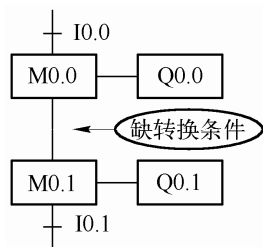
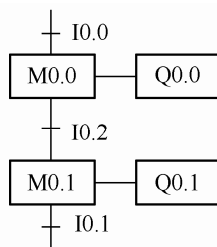
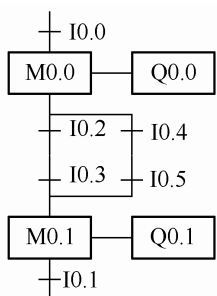
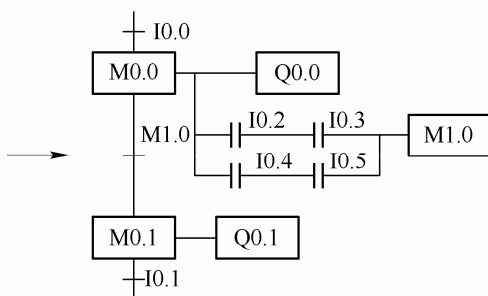

图 6-9 错误的功能图
图 6-10 正确的功能图
图 6-11 简化前的功能图
图 6-12 简化后的功能图
(5) 功能图设计的注意点
① 状态之间要有转换条件。如图 6-9 所示，状态之间缺少“转换条件”是不正确的，应改成如图 6-10 所示的功能图。必要时转换条件可以简化，如将图 6-11 简化成图 6-12。